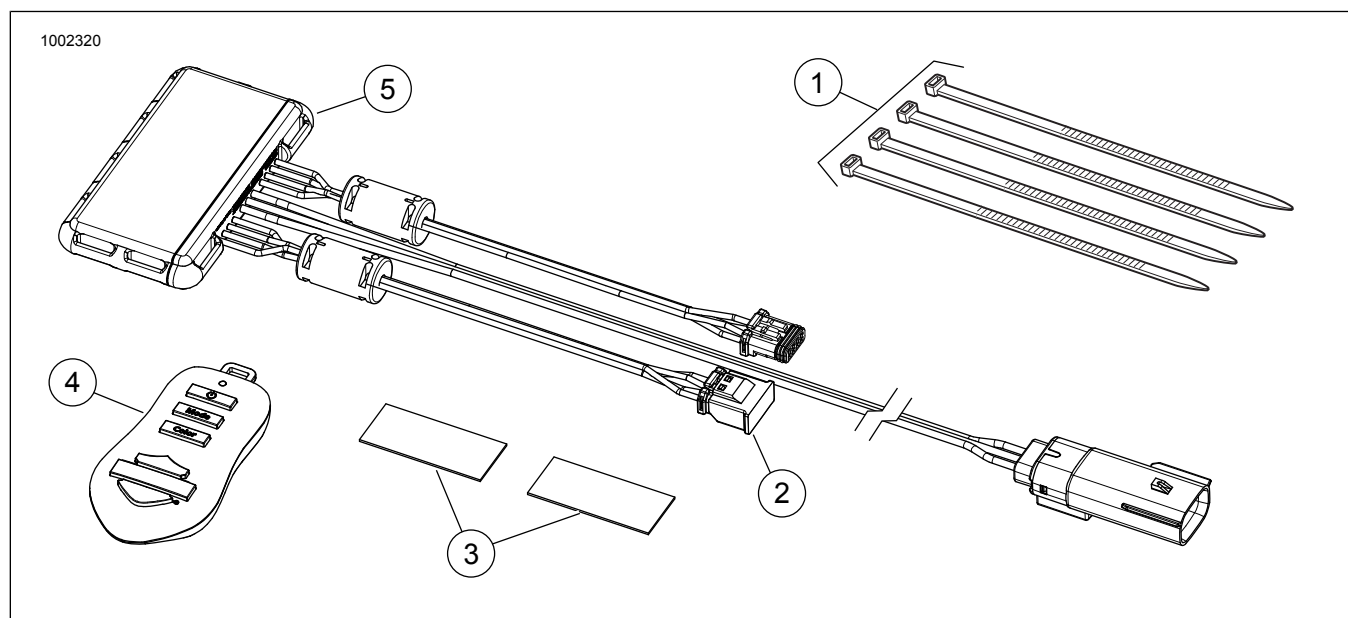

Figure 2. Pièces de rechange, kit de contrôleur Spectra Glo
Figure 2 et Tableau 1 .
5. Figure 2 Choisissez un emplacement approprié pour monter la manette de contrôle (5) sous le siège ou derrière le couvercle latéral gauche. Utiliser du ruban adhésif double face (3) fourni dans le kit ou des sangles de câble (1).